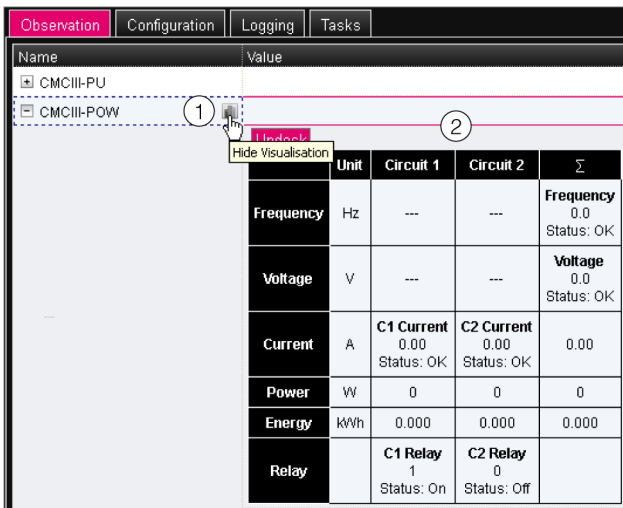

Abb. 14: Grafische Darstellung
Die Anzeige wechselt in die grafische Darstellung (Abb. 14). Hier können alle aktuellen Grenzwerte für den Eingang der Spannungsversorgung sowie die beiden AC-Ausgänge verändert und die aktuellen Status auf einen Blick eingesehen werden (Abb. 14, Pos. 2).
- Klicken Sie auf das in Graustufen dargestellte „Grafik“-Symbol hinter dem Eintrag „CMCIII-POW“ (Abb. 14, Pos. 1).
chen „Σ“ (Abb. 14, Pos. 2).